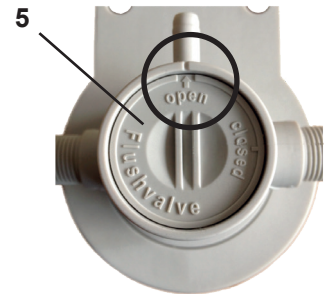

Fig. 5
- ⇒ Abrir a válvula de enxaguamento (5, Fig. 5).